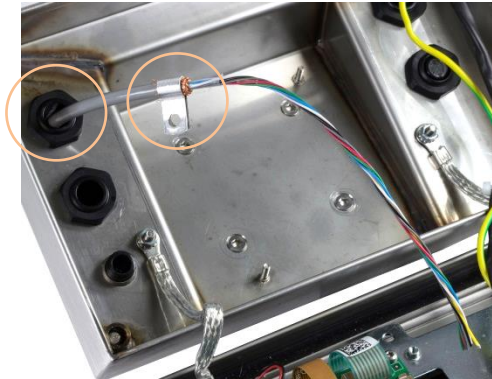

Figura 2-31: Cable de la celda de carga entrando en la caja del IND236, con pinza de conexión a tierra del chasis
17. El cable de la celda de carga se dirige hacia dentro de la caja a través del casquillo para cable indicado en la Figura 2-31.